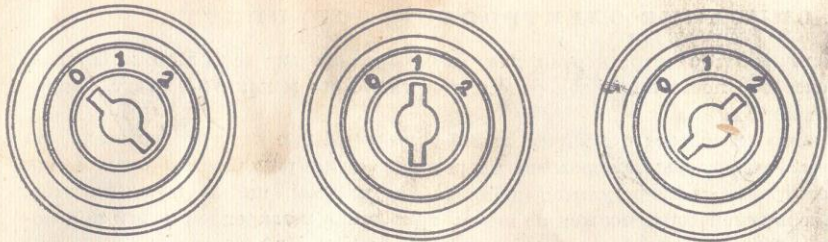
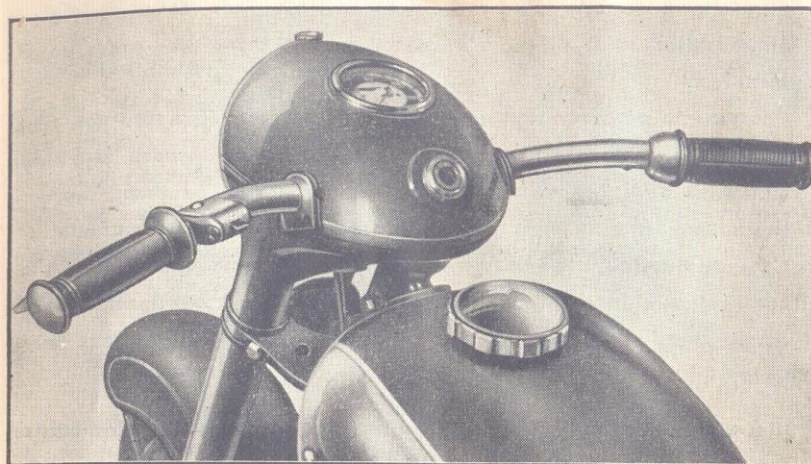

Рис. 7. Положения переключателя
Рис. 12. Центральный переключатель
- б) Вставить ключ в центральный переключатель и повернуть его в соответствующее положение (рис. 7). Если батарея в исправности, стрелка амперметра отклонится к минусу. Если контрольная лампочка «N» не горит (рис. 12), нужно включить холостой ход между первой и второй передачей. При включенном зажигании нельзя оставлять мотоцикл длительное время стоять, так как разряжается аккумуляторная батарея и могут повредиться защитные сопротивления или катушки зажигания.